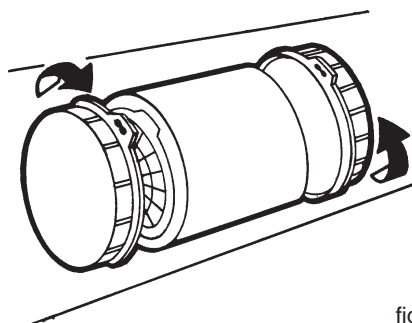

fig.2
3. Tournez les filtres à charbon actifs jusqu'à ce qu'ils se débloquent (fig. 2).